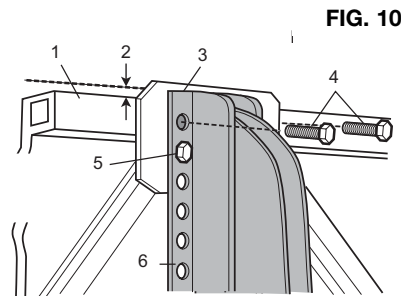

FIG. 10
Nota: El brazo de la puerta deberá sobresalir unos 13 mm por encima del borde superior de la puerta (fig. 10 y/o 11). En caso contrario, comprobar las posiciones de los agujeros con ayuda de la plantilla.
- Elegir y señalar los agujeros (2) en la plantilla de tal forma que los tornillos ofrezcan la mejor fijación posible en la puerta (se recomienda colocar los agujeros en el arriostramiento principal de la puerta, véase fig. 10 y 11). **A ser posible, utilizar tornillos adicionales.** Puede resultar necesario reforzar la puerta de garaje con arriostramientos adicionales.